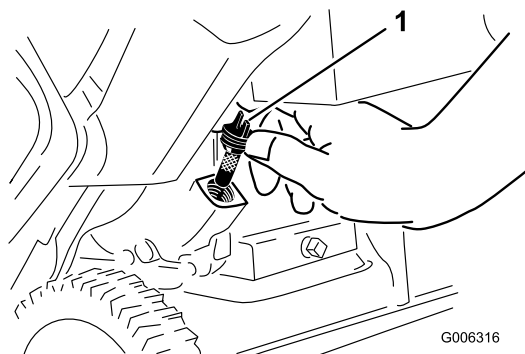

Figure 7
2. Nettoyez la surface autour du bouchon de remplissage (Figure 7).